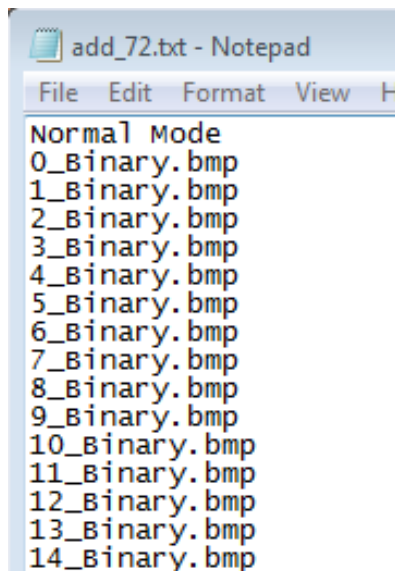
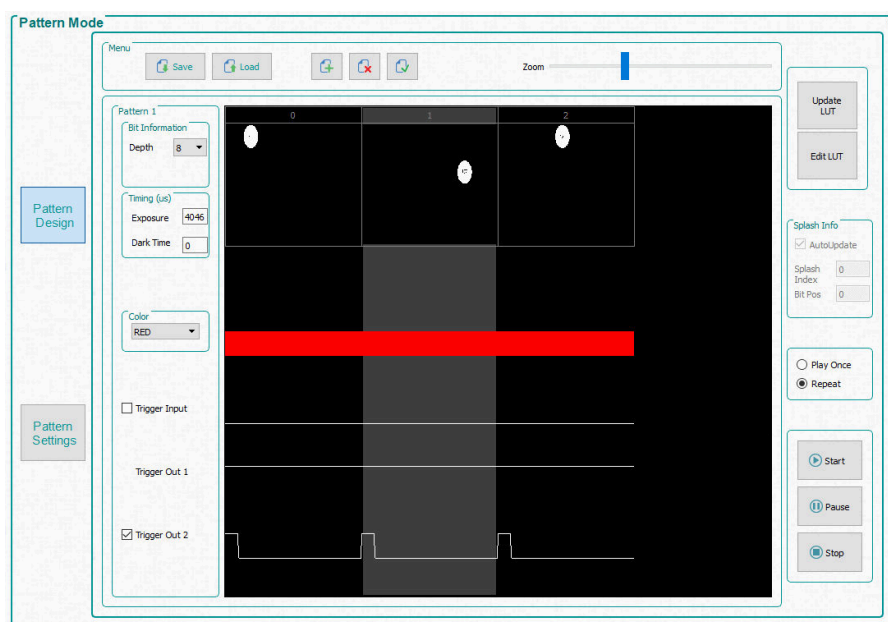

図 3-8. リストから追加
図 3-9. パターン シーケンス
3. メニュー バーの [Add Pattern] ボタンをクリックし、サンプルの画像ディレクトリから 3 つのビットマップ画像を参照します。使用する EVM に応じたイメージ フォルダから選択します。3 つの画像はすべて、[open file] ダイアログ ウィンドウ内で同時に選択できます。一度に複数のファイルを選択した場合、オペレーティング システムは選択した順序でイメージをロードするとは限りません。事前に定義された順序で画像を追加するには、[Load] ボタンを使用します。このオプションは、各ビットマップのファイル名が目的の順序で指定されたテキスト ファイルから画像をロードします。または、順序を確認するため、[Add Patter] ボタンを使用して、1 つずつ順に画像を追加することもできます。ファイルから画像をロードする例を、図 3-8 に示します。ビットマップ画像は、テキスト ファイルと同じディレクトリに配置する必要があります。画像を追加してから、図 3-9 を参照してください。